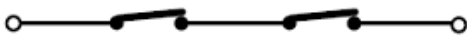

Рис. 12
Примечание: если устанавливается два и более устройства безопасности, выполняющих одну и ту же функцию (открывание или закрывание), то их нужно соединять последовательно (см рис.12). При этом используются нормально замкнутые (NC) контакты.